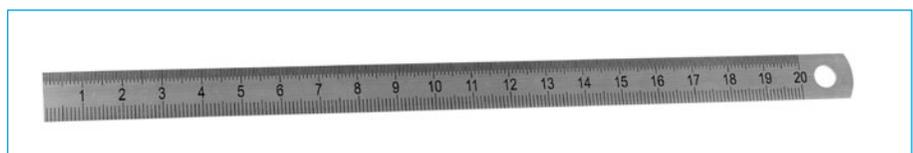

FIGURA 3. Riga millimetrata in acciaio bonificato.
- La *riga millimetrata* (FIGURA 3) è un campione materiale in acciaio bonificato (più resistente alle deformazioni ed all'usura). Questo strumento materializza la dimensione da controllare, tramite la scala graduata. Se ben esercitati si può arrivare ad apprezzare fino ad $\frac{1}{4}$ di millimetro in più o meno.